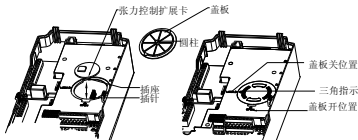

图 2-1 APV-F301 的安装示意图
■ I类张力控制扩展卡安装请参照图 2-1。
- ① 打开变频器的上下盖板，将圆柱形盖板上三角标志指向“open”后，用食指或者中指指尖插入小孔向上推，即可取出圆形盖板；
- ② 将张力控制扩展卡的插座对准控制板上的插针，轻轻按下直至接触良好；
- ③ 将圆柱形盖板盖上并顺时针旋转使其上三角形指向“lock”。在装好扩展卡后，按要求装好变频器的上下盖板。